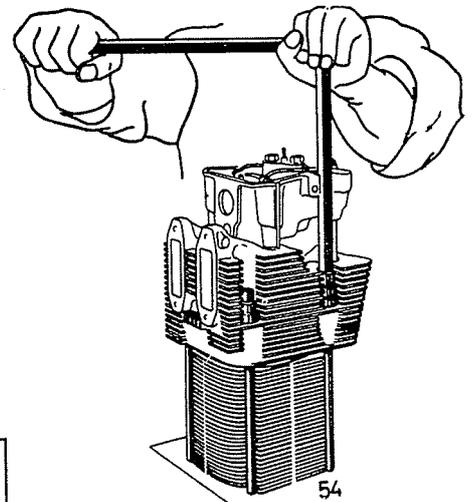

Bild 54 Nachspannen der Zylinderkopfschrauben
- Schrauben über Kreuz mit beiden Händen nachspannen, dabei Steckschlüssel einseitig lang fassen, siehe Bild 54. Folgende Nachspannwinkel einhalten: